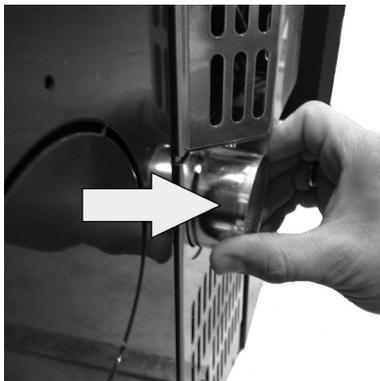

Fig. 13 - Fase 2
- Estrarre il tubo di 2 cm circa (vedi **Fig. 13**).